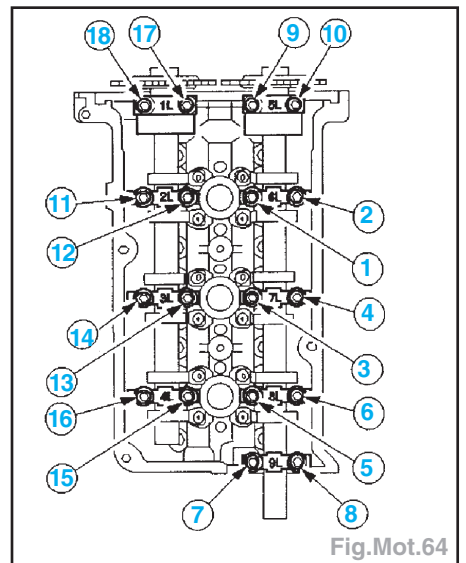

Fig.Mot.64
- Serrer les vis de fixation des chapeaux d'arbre à cames gauche dans l'ordre indiqué et en plusieurs passes (Fig.Mot.64).